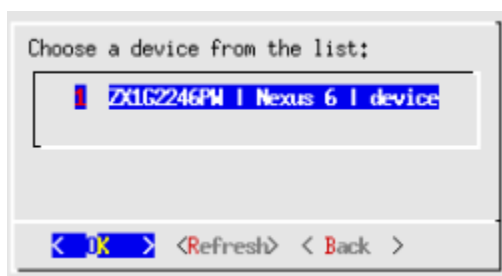

図 36: 接続された Android デバイス
7. 上記でリストしたデバイスの問題がある場合、デバイスが見えるようになるか、一度 <Refresh> を選択してください。デバイスが準備出来た場合、下記のような形になります(図 36)。